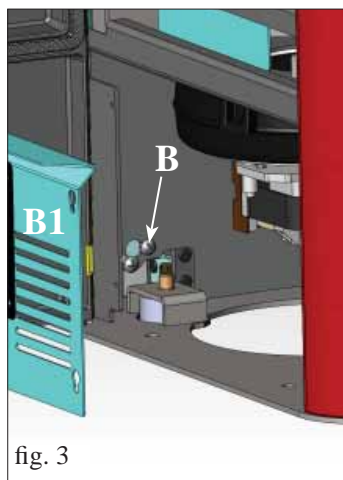

fig. 3
- Ouvrir la porte et enlever le panneau galvanisé (B1-fig. 3).
- Desserrer la vis en bas (B-fig. 3).